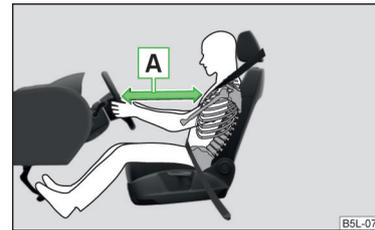

Fig. 9
- Es importante que el conductor y el acompañante mantengan una distancia mínima de 25 cm con respecto al volante o al tablero de instrumentos **A** » **fig. 9**. Si no respeta la distancia mínima, el sistema de airbag no podrá protegerle. ¡Peligro de muerte! Además, los asientos delanteros y los reposacabezas siempre deben estar correctamente ajustados a la estatura del ocupante.